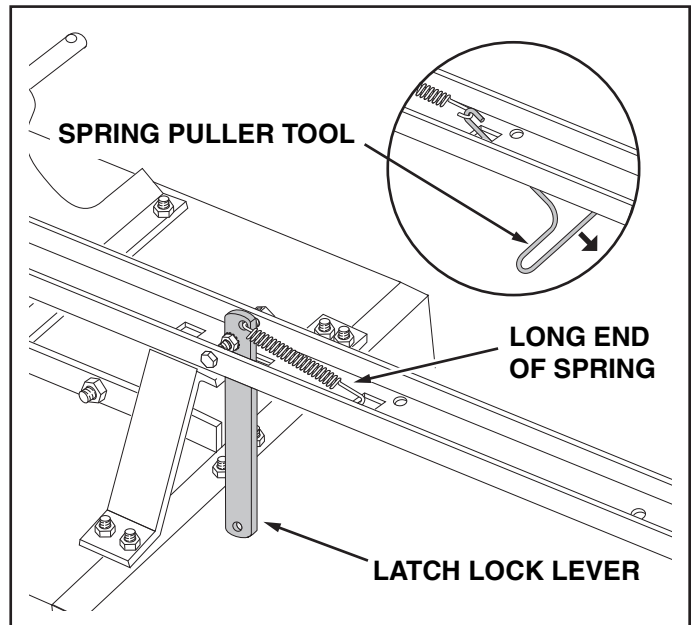

FIGURE 11
- Hook the **short** end of the spring into the hole in the latch lock lever. Use the spring puller tool to hook the **long** end of the spring into the square hole in the tongue. The spring puller tool can be stored when finished. See figure 11.
16. Attachez la **petite** extrémité du ressort au trou se trouvant dans le levier loquet de verrouillage. Utilisez l'extracteur de ressort, comme montré dans la figure 11, afin d'attacher la **longue** extrémité du ressort à l'orifice carré sur la barre d'attelage.